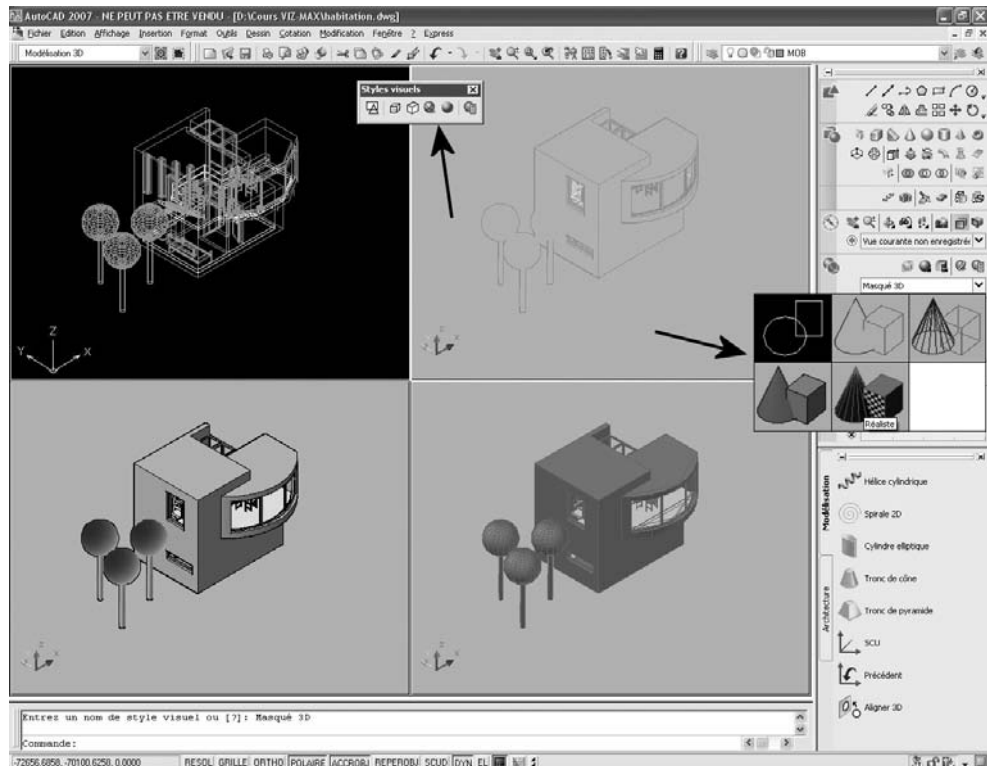

Fig.22.2
- 2 Sélectionnez le style visuel par l'une des méthodes suivantes (fig.22.2) :